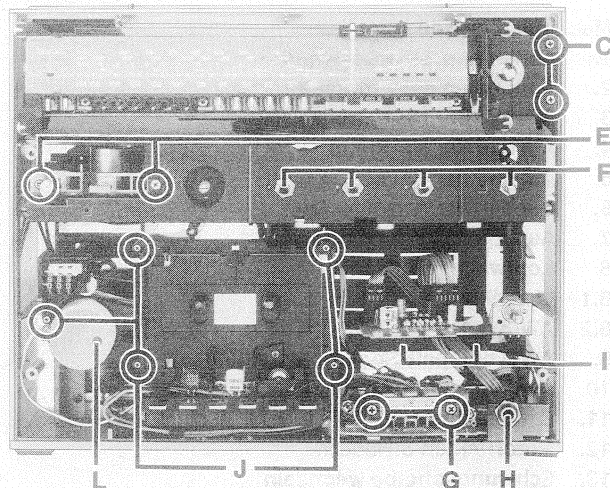

Abb. 3
3. Zwei Schrauben **E** und 4 Sechskantmutter **F** (Abb. 3) herausdrehen.
5. Ausbau der Cassettenplatte (Abb. 3)
6. Ausbau der Anzeigeplatte (Abb. 3)
7. Ausbau des Laufwerks (Abb. 3)
Die Einstellung erfolgt mit Regler **L** im Motorbaustein **1** (Abb. 3).